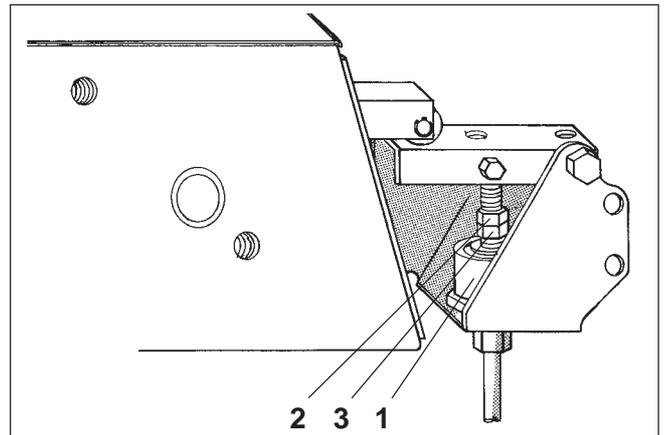

Fig. 26.21
Sollte der Hydraulikzylinder (Fig. 26.21/1) den Schaltkasten nicht umschalten, sind folgende Einstellungen vorzunehmen:
- Hydraulikzylinder (Fig. 26.21/1) aus der Schleperkabine mit Druck beaufschlagen
- Kontermutter (Fig. 26.21/2) lösen
- Skt.-Mutter (Fig. 26.21/3) so weit nach links drehen, bis der Schaltkasten hörbar umschaltet
- Skt.-Mutter (Fig. 26.21/3) zwei Umdrehungen weiter drehen und Kontermutter wieder festziehen